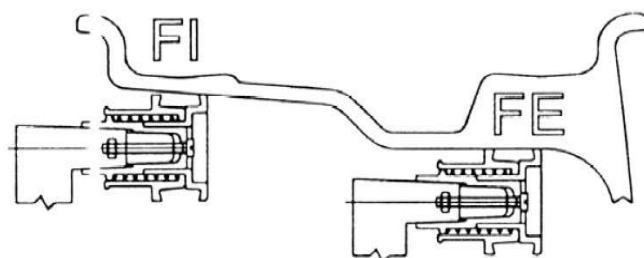

Рис.9
- al значение расстояния: Сначала вытяните головку линейки, как показано на рис. 9, и удерживайте ее в положении F1 в течение 4 секунд, автоматически считайте данные "al distance" с измерительной шкалы и вручную исправьте данные с помощью **a+** **a-** (автоматическое измерение является опциональным).
- AE значение расстояния: сначала вытяните головку линейки, как показано на рис. 9, и удерживайте ее в положении FE в течение 4 секунд, а затем, автоматически считайте данные "aE расстояние" со шкалы измерения и вручную корректируйте данные с помощью **b+** **b-** (автоматическое измерение является опциональным).